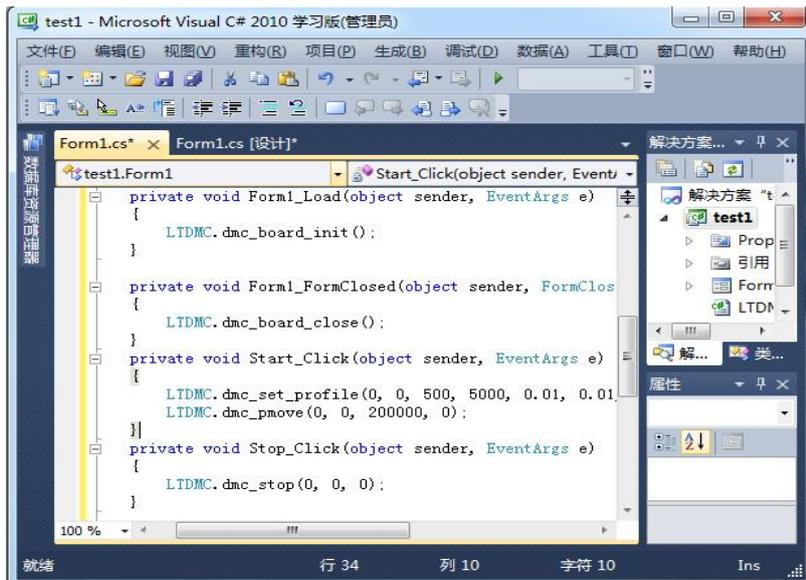

图 6.18 程序中调用运动控制卡库函数
7) 如图 6.18 所示, 双击窗口控件, 在 Form1_Load 事件中添加代码 LTDMC.dmc_board_init(); 双击属性窗口中 FormClosed, 在 Form1_FormClosed 事件中添加代码 LTDMC.dmc_board_close(); 双击“启动”按钮, 在 Start_Click 事件中添加代码如下: